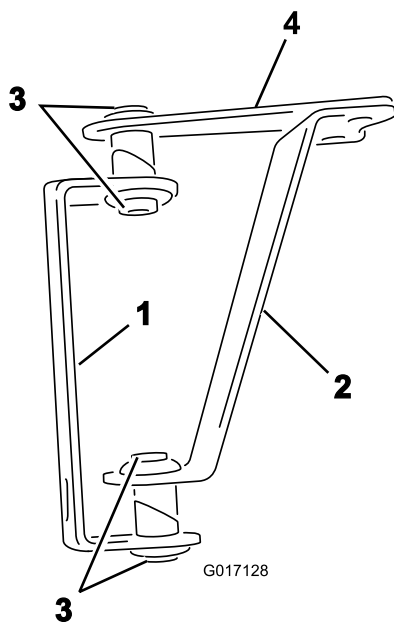
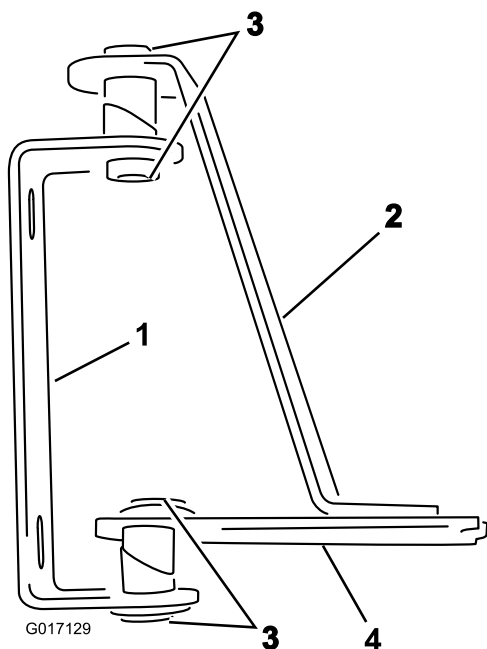

Figura 2
Figura 3
1. Colocar as dobradiças e as correias como indicado em Figura 2 (para uma rampa descoberta) ou Figura 3 (para uma rampa coberta).
- Insira os casquilhos nas aberturas do tubo soldado nas dobradiças como se mostra em Figura 2 ou Figura 3.